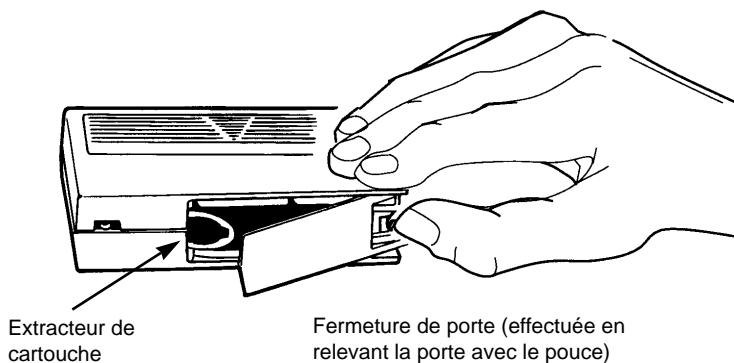

Figure 5 Extracteur de cartouche - position correcte
- Assurez-vous que l'extracteur de cartouche est toujours en position correcte; ouvrez la porte de la cartouche pour inspecter l'extracteur (Figure 5).